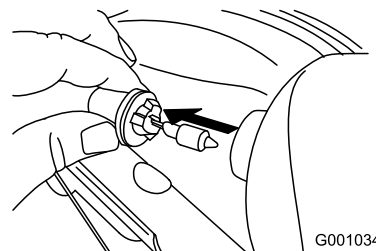

Figura 54
3. Retire a lâmpada directamente da parte de trás do farol (Figura 54).